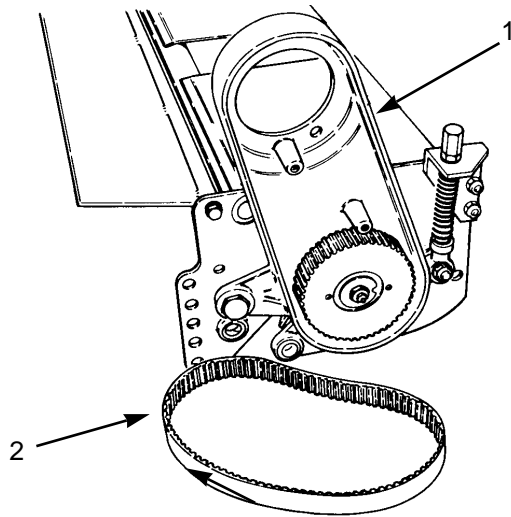

図 30
4. ショルダー・ボルトからコーン・ナットを取り、皿ワッシャとボルトを抜いて、ベアリング・ハウジングをリール・シャフトから抜き取る（図30）。
5. ドライブ・ハウジングからカバーとベルトを取る（図30）。